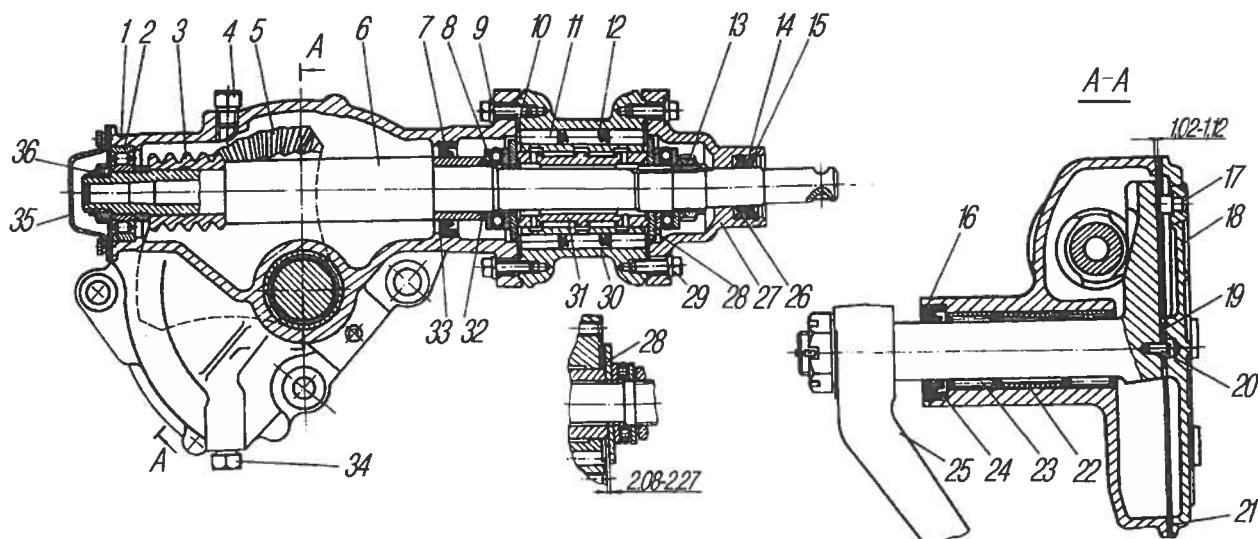

Рис. 55. Механизм рулевой (червяк-боковой сектор):
**Рулевой механизм с клапаном управления усилительным механизмом** состоит из червяка 3 (рис. 55) и червячного сектора 5 со спиральными зубьями. Сошка 25 рулевого управления соединена с валом сектора коническим шлицевым соединением. Сектор упирается в боковую крышку 18 картера через регулировочные шайбы 19.
**Регулировка зацепления рулевого механизма** (см.рис. 55) должна производиться после полной сборки клапана управления усилительным механизмом. При правильно собранном клапане управления зазор между торцом корпуса клапана и торцом подвижного кольца плунжеров должен быть  $2,08\text{--}2,27$  мм. При проверке этого зазора щупом сектор ввести в зацепление с червяком и создать момент на валу червяка  $17\text{--}19$  Н.м ( $1,7\text{--}1,9$  кгс.м).